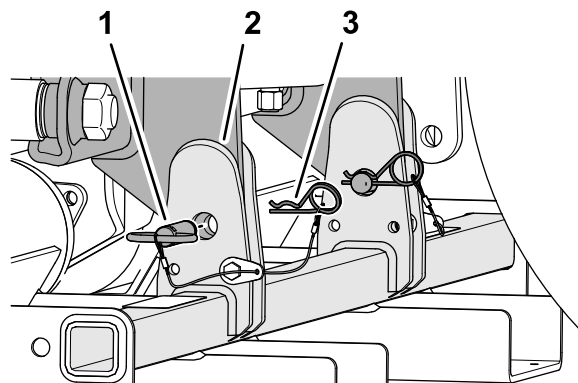

图 46
3. 使用 2 个存放支架销和 2 个发卡销将存放支架固定到机器上图 46。